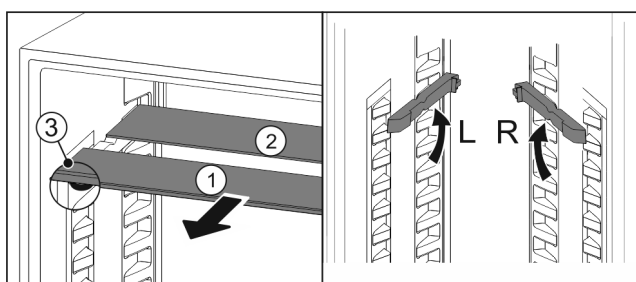

Fig. 76
- ▶ Træk glaspladerne ud enkeltvis fremad Fig. 76 (1).
- ▷ Glaspladen Fig. 76 (1) med pyntelisten ligger foran.
- ▷ Stoppe Fig. 76 (3) peger nedad.